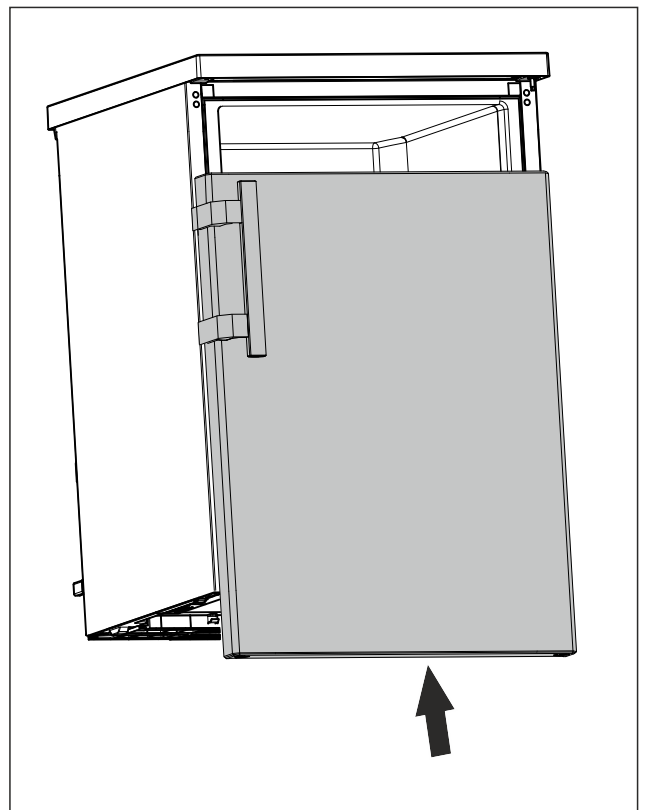

Fig. 24
- ▶ Vrata v zaprtem stanju potisnite na zgornji sornik. (glejte Fig. 24)